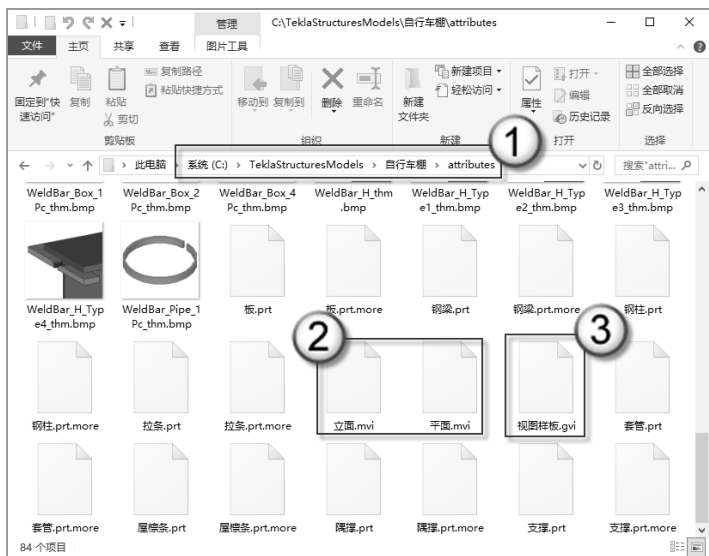

图 1.21 视图样板文件格式
这样就有三个样板了，即平面样板、立面样板、视图样板。打开“C:\TeklaStructures-Models\自行车棚\attributes”文件夹，如图1.21所示（图中①处），可以看到，“立面”“平面”两个样板文件是MVI格式（图中②处），而“视图样板”是GVI格式（图中③处）。MVI格式是平面、立面的视图样板文件格式，而GVI格式是所有视图样板的文件格式。